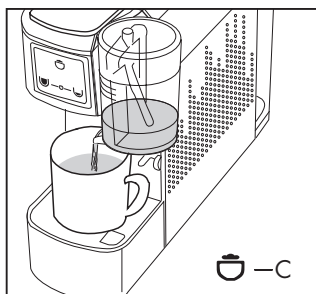

Fig. 14
- Pulse la tecla (C) ; la máquina dispensará la crema de leche. **(Fig. 14)**
- Llene el vaso (13) con la cantidad de leche deseada, pulse y mantenga pulsada la tecla (C)  para ajustar la dispensación de la leche para el capuchino, suelte la tecla cuando se alcance la cantidad deseada, de este modo la dosis se guarda para las dispensaciones sucesivas **(Fig. 14)**